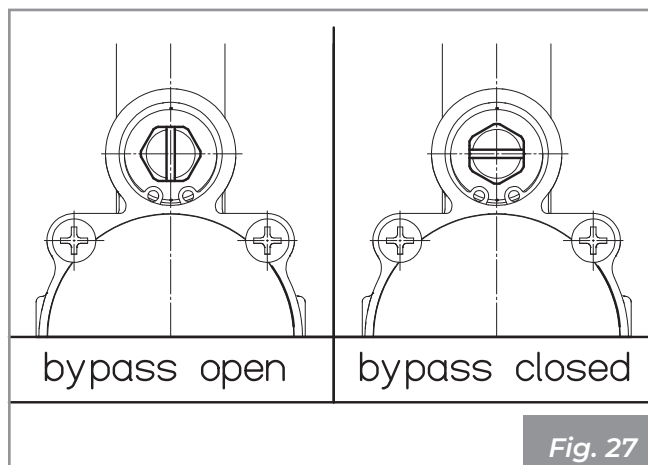

Fig. 27
- Fermer le robinet bypass situé sur la vanne anti-condensat (Fig. 27).
- Fermer le robinet de remplissage (L).